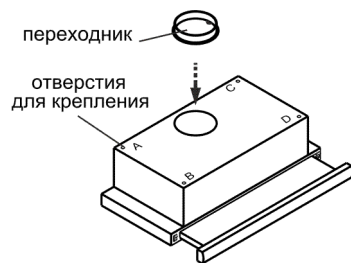

рис. 4
- снимите алюминиевый фильтр (рис. 4);